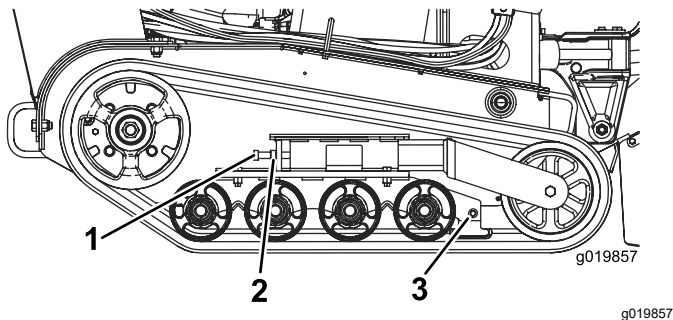

Figura 47
3. Afloje la contratuerca del perno tensor de la oruga, y los pernos de fijación del brazo tensor (Figura 47).
4. Apriete el perno tensor a entre 32,5 y 40 N·m para tensar la oruga (Figura 47).
4. Afloje el perno tensor y la contratuerca (Figura 47).